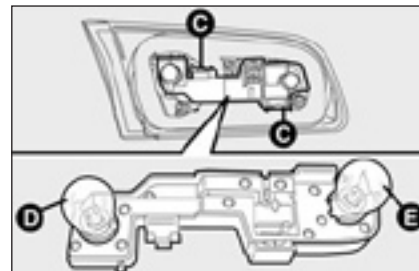

рис. 23
- нажмите пластинки держателя лампы во внутрь **C-рис. 23** для того, чтобы ее извлечь;
Лампы в корпусе расположены следующим образом (**рис. 23**):